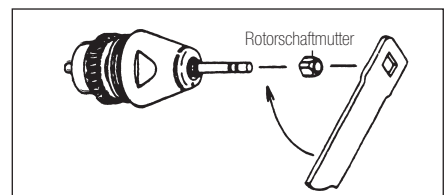

Abb.15
- Zum Schluss die Rotorschacht-Mutter über den Testbohrer aufsetzen und mit einem Schraubenschlüssel fest anziehen, während der Rotor festgehalten wird (Abb. 15).